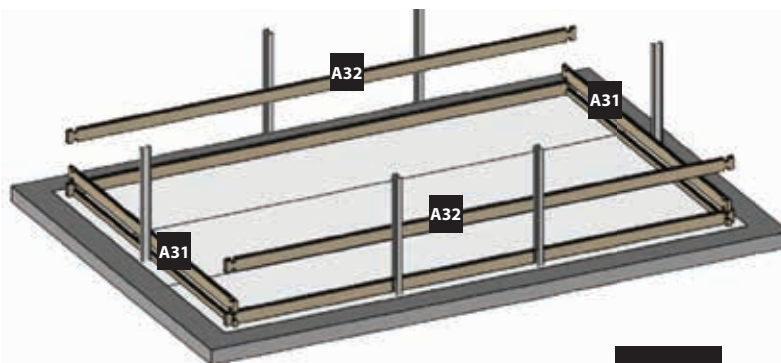

Fig. 2
**EN 2nd LAYER OF BOARDS:** • Install the second layer of boards as shown in figure 2. • There is a wooden wedge in the structure packet to correctly assemble the boards. • Never directly hit against the boards. You would damage the pegs and would weaken the structure. Do not hit them with anything metallic. This would inevitably damage the wood. • Try to correctly assemble the boards right from the start. There should not be any space between each layer of boards to avoid maladjustment of the higher boards.
**FR 2ÈME RANGÉE DE MADRIERS :** • Positionnez les madriers de la deuxième rangée conformément à la figure 2. • De manière à emboîter correctement les madriers, une cale en bois est à votre disposition dans le colis de structure. • Ne pas taper directement sur les madriers. Cela abîmerait les languettes et nuirait à la solidité de la structure. • Ne pas frapper avec une pièce métallique. Cela détériorerait le madrier irrémédiablement. • Veillez à emboîter bien à fond les madriers dès le départ. Il ne doit pas y avoir d'espace entre chaque rangée pour éviter un décalage au niveau des madriers supérieurs.
**NL 2ª RIJ PLANKEN:** • Plaats de planken van de tweede rij zoals aangegeven op afbeelding 2. • Om de planken correct te assembleren, zit er een houten wig in het pakket van het frame. • Sla niet direct op de planken. Daardoor gaan het profiel kapot en wordt de stevigheid van het frame ondermijnd. • Sla er niet direct op met metaal. Hierdoor raakt het hout onherstelbaar beschadigd. • Zorg ervoor dat de planken vanaf het begin stevig op elkaar aansluiten. Er mag geen ruimte tussen de rijen overblijven, om te voorkomen dat de bovenste houtdelen onregelmatig uitkomen.